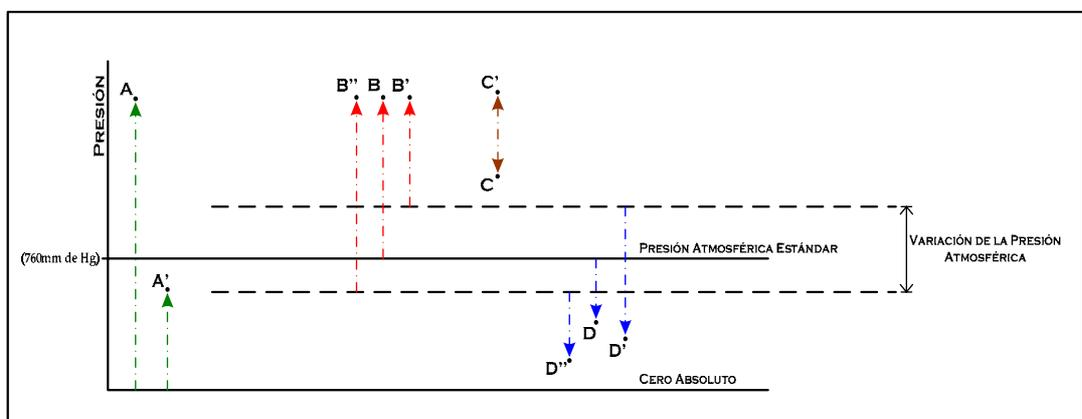

Figura 55: Tipos de Presión [22]
- **Presión absoluta.** Esta presión se mide con referencia al cero absoluto de presión. El cero absoluto es la ausencia total de presión en un espacio cualquiera del universo. En la figura 55 se pueden apreciar dos puntos (A y A') que simbolizan dos posible valores de presión absoluta.
- **Presión relativa.** Esta presión es la diferencia entre la presión absoluta y la presión atmosférica en un punto cualquiera de la tierra (Ver punto B figura 55). Dado a que la presión atmosférica puede aumentar o disminuir, la medida de la presión relativa también aumenta o disminuye respectivamente (Ver puntos B' y B'' de la figura 53).
- **Presión diferencial.** Es la diferencia de dos presiones (Ver puntos C y C' de la figura 55).
- **Vacío.** Se define como la diferencia entre la presión atmosférica y la presión absoluta, en otras palabras es toda presión medida por debajo de la presión atmosférica estándar (760mm de Hg) (Ver puntos D, D' y D'' de la figura 55). El vacío se expresa en unidades de mm de columna de mercurio o en mm de columna de agua (mm cda). Las variaciones que se presentan en la presión atmosférica influyen cuantiosamente las lecturas de vacío.